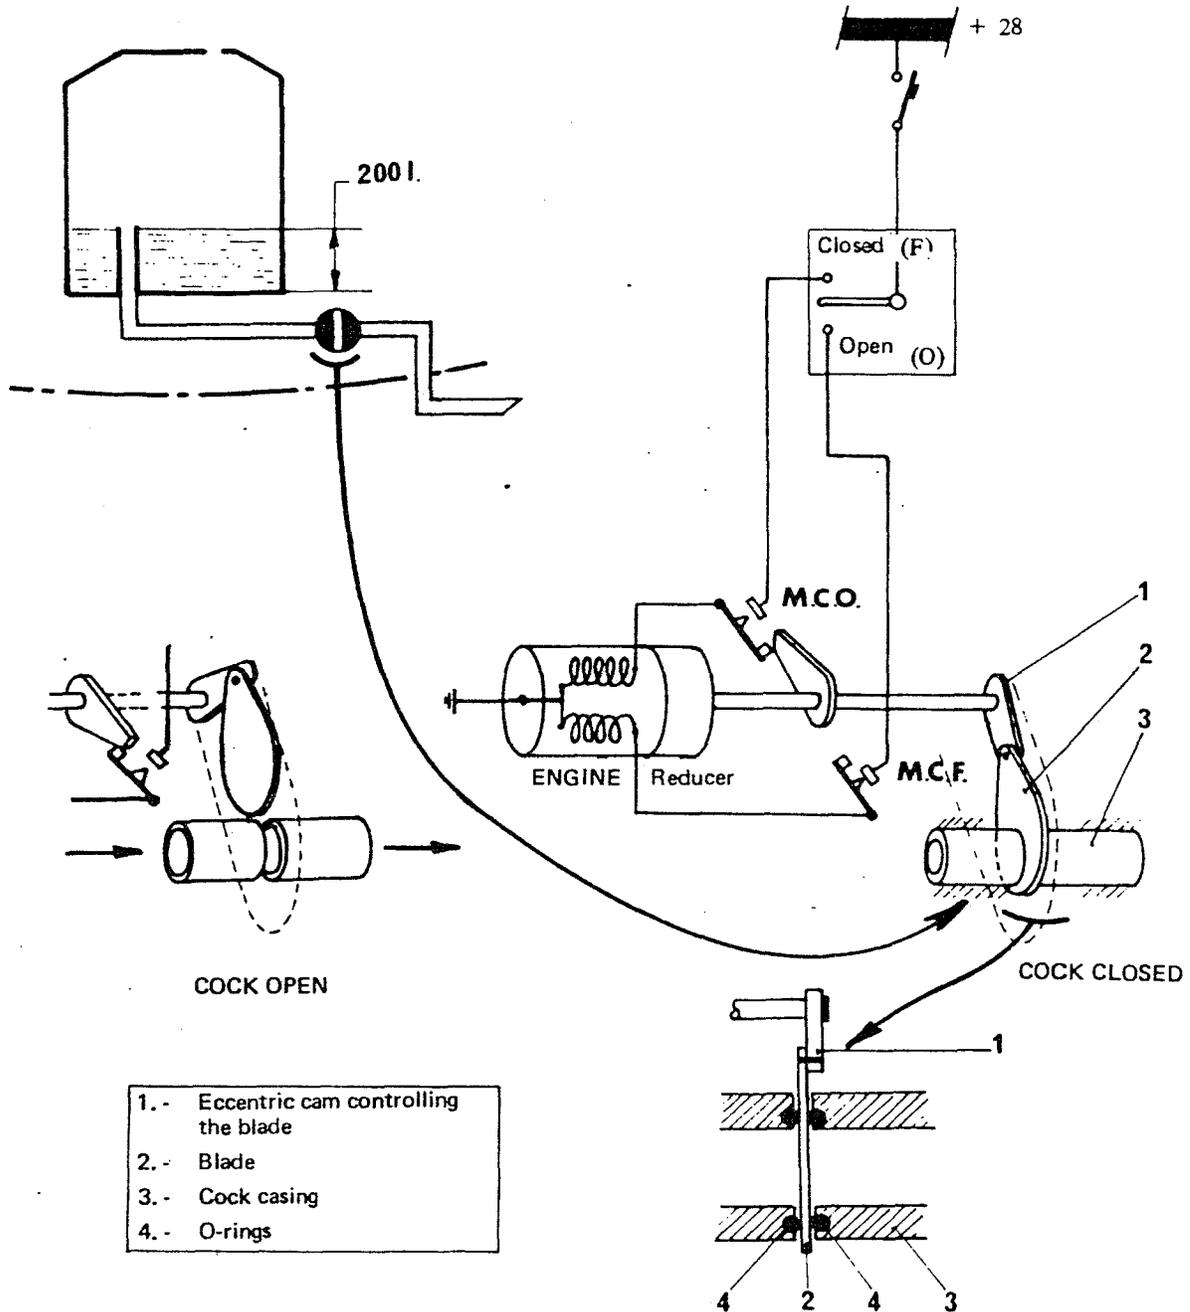

Figure 2
8.40.2. - FUEL JETTISON SYSTEM OPERATION (Figure 2)